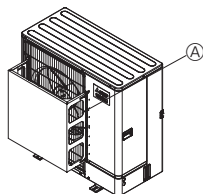

Fig. 2-3
- ② Installer un guidage d'air optionnel si l'appareil est placé dans un endroit où les vents violents d'une tempête, par exemple, pourraient s'engouffrer directement dans la sortie d'air. (Fig. 2-3)